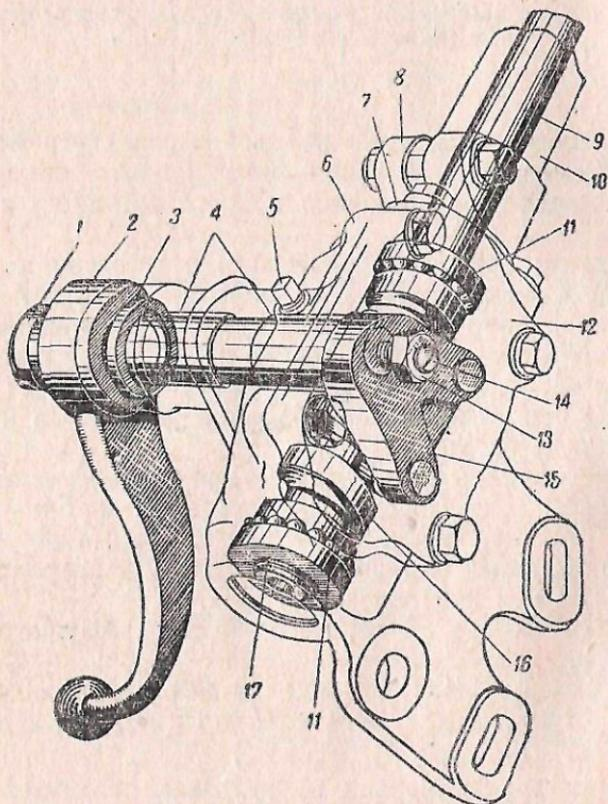

Рис. 71. Рулевой механизм:
Винт 16 (рис. 71) рулевого механизма приварен к полуму рулевому валу 9 и установлен в чугунном картере 6 на двух шариковых радиально-упорных подшипниках 11. Подшипники без внутренних обойм, рабочие канавки для шариков выполнены на
- 4) отпустив контргайку 13 (рис. 71), вывернуть регулировочный винт 14 на несколько оборотов;